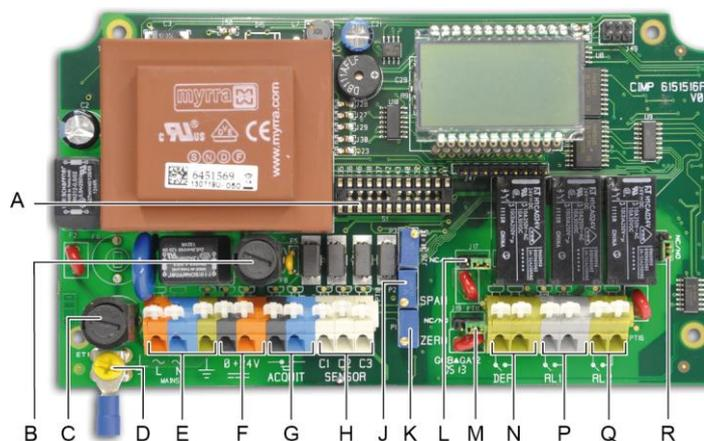

Abbildung 2: Innenansicht
- Eine Basisplatte (Abbildung 2) mit allen Systembestandteilen (Stromversorgung, Anzeige, Relais und Anschlüsse)
Der Erdungsanschluss (gelb) (Abbildung 2, Mark. D) ist mit folgendem Symbol gekennzeichnet:
Der Schutz erfolgt durch eine F7-Sicherung (Abbildung 2, Mark. C). Die Stromversorgung durch das Netz muss mit den beiden Anschlüssen L (orange) und N (blau) (Abbildung 2, Mark. E) verdrahtet sein, wie in den Anschlussbeispielen auf den Seiten 10 bis 12 dargestellt.
Die Stromversorgung von 24 V DC wird an die mit 0 und +24 V gekennzeichneten Anschlüsse (Abbildung 2, Mark. F) angeschlossen, wie in den Anschlussbeispielen auf Seite 9 dargestellt. Dieser Eingang wird durch eine F8-Sicherung geschützt (Abbildung 2, Mark. B).
Die verschiedenen Sensortypen müssen an die Anschlüsse C1, C2 und C3 (Abbildung 2, Mark. H) angeschlossen werden, wie in den Anschlussbeispielen auf Seite 9 dargestellt.
- Für jede Sensorengruppe gibt es eine andere Programmierschaltung (Explo 340 mA oder 4-20 mA), die bereits werksseitig eingerichtet wird (Abbildung 2, Mark. A).
- Eine Leitung kann mit bis zu 5 Sensoren für toxische Gase, ausschließlich vom Typ *OLCT 10* verbunden werden. In diesem Fall muss die Programmierung des Schaltkreises (Abbildung 2, Mark. A) durch einen Fachmann erfolgen.
Die Relaiskontakte können durch Versetzen des zugehörigen Jumpers als "Schließer" (NO) oder "Öffner" (NC) fungieren (Abbildung 2, Mark. M oder R).
Die Relaiskontakte können durch Versetzen des zugehörigen Jumpers als "Schließer" (NO) oder "Öffner" (NC) fungieren (Abbildung 2, Mark. L).
Ein maximal 2 Meter entfernter Taster zur Fernquittierung kann an dem mit *Acquit* gekennzeichneten Anschluss an der Zentrale *MX 15* angeschlossen werden (Abbildung 2, Mark. G) (Trockenkontakt und potentialfrei).